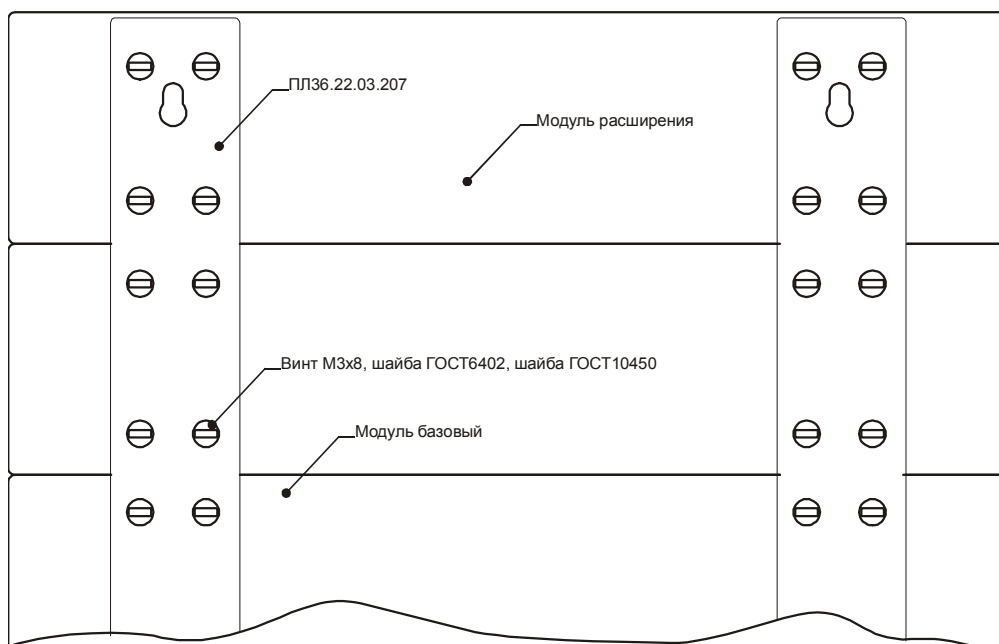

Рисунок 2-3 Сборка модуля базового с модулем расширения.
2.3.1. При наличии модулей расширения необходимо сначала прикрепить их к модулю базовому при помощи комплекта монтажных частей (см. Рисунок 2-3).